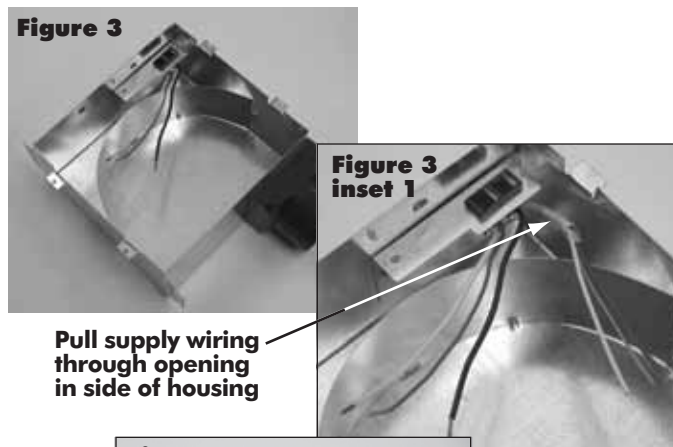

Figure 3
Figure 3 inset 1
Figure 3 inset 2
6. Pull supply wiring into the electrical box through opening in the side of the housing (Fig 3 and Fig 3 inset 1).
7. Connect the supply wiring to the fan wiring using approved wire nuts: black to black, white to white, and ground to green. Replace completed wiring behind scroll band (Fig 3 inset 2) away from any sharp edges.
6. Empuje el suministro de alambrado a la caja eléctrica a través de la apertura en el lado del bastidor (Fig 3 and Fig 3 inset 1).
6. Ramener les fils d'approvisionnement dans la boîte électrique en le passant par l'ouverture pratiqué dans le côté du boîtier (Fig 3 and Fig 3 inset 1).